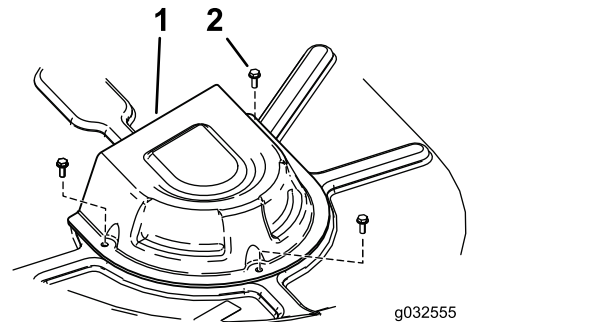

Figura 57
4. Retire las cubiertas de las poleas (Figura 57).